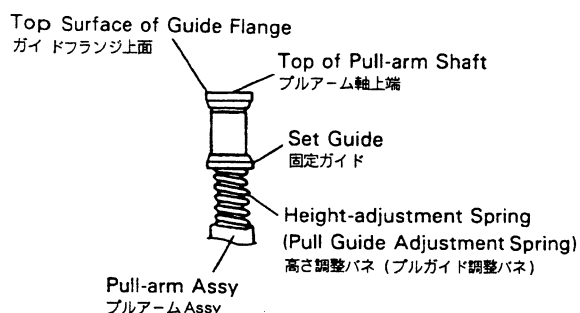

Fig. 3-4
- 2). Turn the guide flange on the pull-arm assy until the top surface of the flange is aligned with the top arm shaft. (Refer to Fig. 3-4).
- 2). プルアーム ASSY のガイドフランジ上面がプルアーム軸の上端と一致する所までガイドフランジを回す。(図3-4参照)